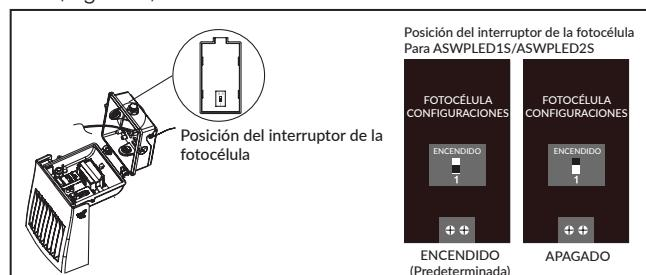

Figura 5
7. Interruptor ON/OFF de la fotocélula seleccionable mediante el interruptor deslizante según lo que desee. (Figura 5)